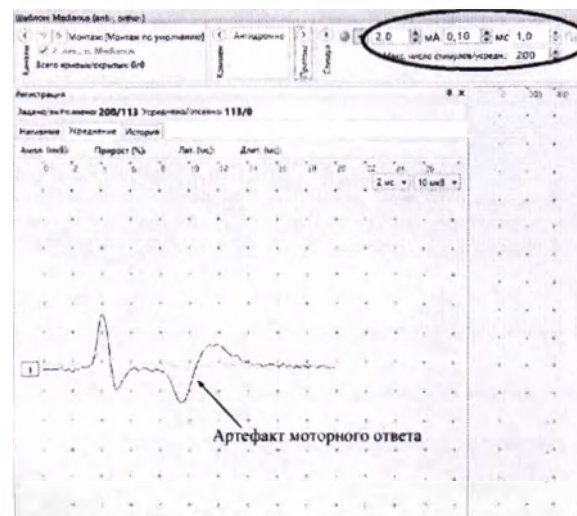

Рис. 25. Основные параметры регистрации
8. Проведите одиночную стимуляцию, постепенно увеличивая силу стимула с шагом 1 мА, до получения ответа. При возникновении артефакта моторного ответа необходимо на 1–2 мА уменьшить силу стимула. Средняя сила стимула — 8–15 мА, длительность стимула — 100 мкс (рис. 25).